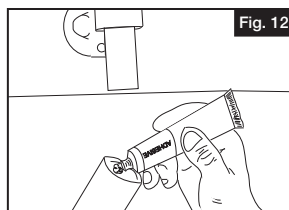

Fig. 12
2. Aplicar pegamento para aluminio y deslizar la unión interior a mitad de camino del larguero de vinilo (Fig. 12).
2. Una vez que se hayan finalizado los cortes y el bucle esté listo para ser instalado, fijar el conjunto de pasamanos con una unión recta o ajustable siguiendo las instrucciones indicadas en esta guía (Fig. 12, 13, 14, 15).